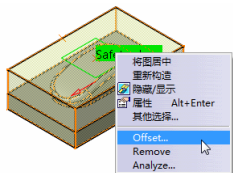
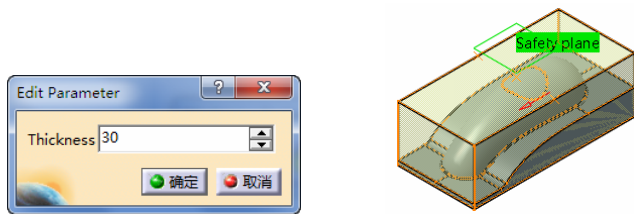

图 3-210 快捷菜单（3）
图 3-211 创建的安全平面（3）
- 右键单击所创建的安全平面，在弹出的快捷菜单（3）中选择“Offset”命令，如图 3-210 所示。系统弹出“Edit Parameter”对话框，在“Thickness”文本框中输入偏移值“30”，单击“确定”按钮，创建的安全平面（3），如图 3-211 所示。